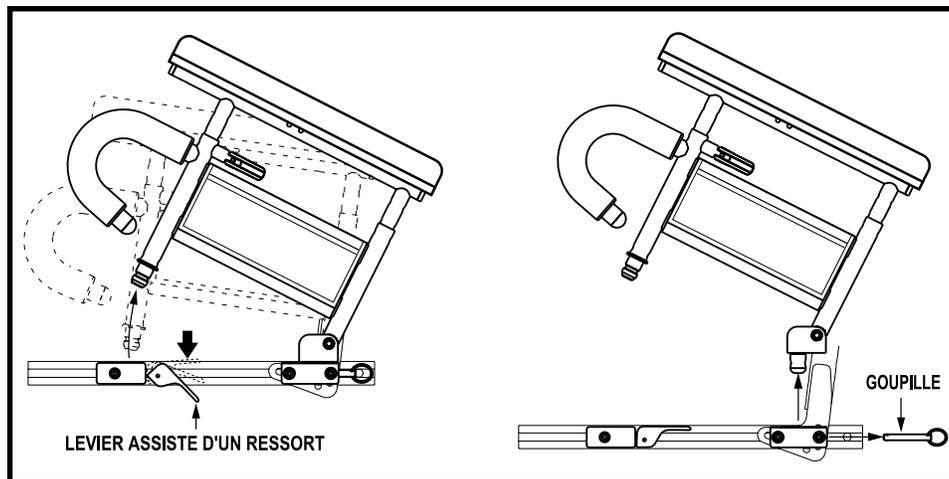

Figure 22. Enlèvement/installation d'accoudoir à deux montants
Ces accoudoirs possèdent un jeu de réglage de la hauteur de 10 cm (4 po) à 2.5 cm (1 po) d'intervalle. Le jeu de réglage est situé entre le niveau 25-35.5 cm (10-14 po). Le jeu est mesuré entre le rail du siège et le dessus du coussin de l'accoudoir. Vous pouvez relever ou enlever l'accoudoir pour faciliter les transferts. Voir la figure 22.
1. Pesez sur le levier à ressort vers le bas et soulevez le devant de l'accoudoir. Voir la figure 22.
2. Retirez la goupille du montant de dossier. Voir la figure 22.
1. Placez l'extrémité arrière du module d'accoudoir dans la fixation puis installez la goupille. Voir la figure 22.